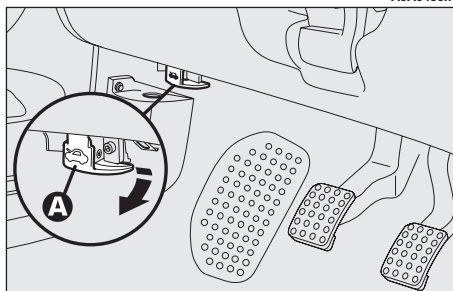

fig. 131
- tirare la leva di apertura (**A-fig. 131**) fino ad avvertire lo scatto di sgancio.